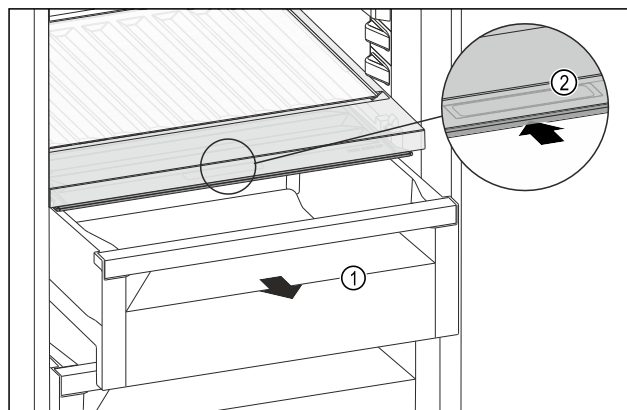

Fig. 163
- ▶ Zásuvku Fig. 163 (1) vytáhněte.
- ▶ Uchopte prohlubeň pro rukojeť Fig. 163 (2) na víku zásuvky a současně zasuňte víko zásuvky směrem dozadu.